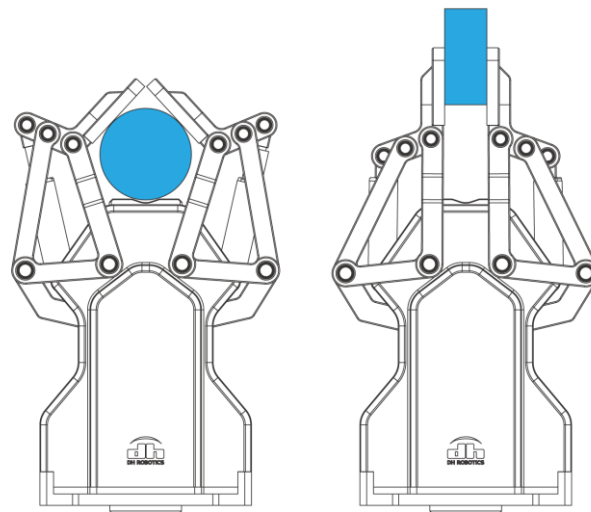

图 1.3 两种不同夹持方式
持两种夹持方式，实现稳定抓取，如图 1.3 所示。
• 您可以通过各种通讯方式（提供 CAN 总线，TCP/IP, RS485, IO 等通讯方式）发送不同的指令对夹爪进行控制。采取平行夹持或是包络夹持则是由手指自动适应物体形状被动决定的，如图 1.3 所示。夹持方式的影响因素如下：